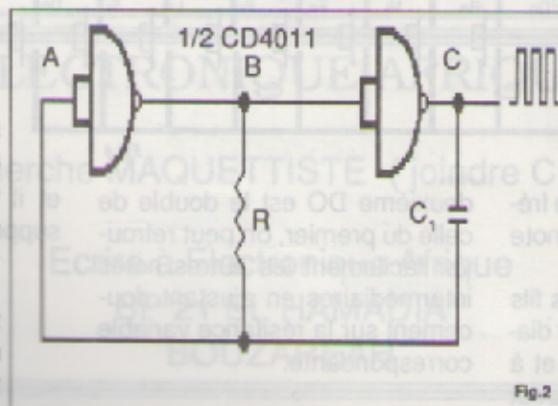
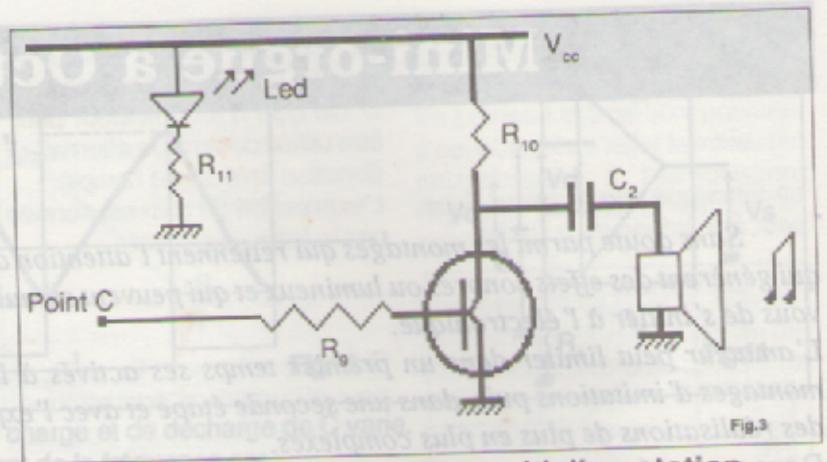
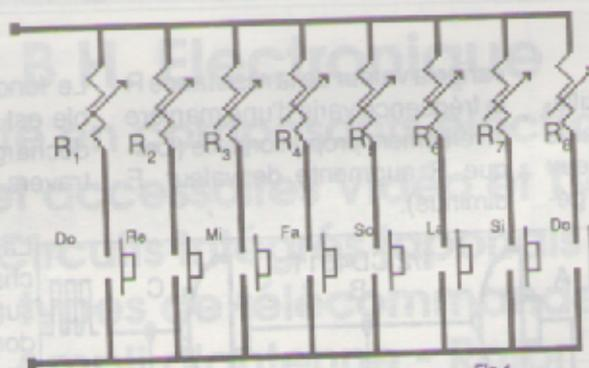

Fig. 2
Fig.3
Fig.4
de sa réponse en fréquence qui est très limitée voir (Fig 2).
Dans ce montage l'oscillateur est un multivibrateur astable (Fig 2) réalisé à base de deux portes NAND. Cet astable gé-
La commutation de cette charge et décharge est assurée par les deux NAND dont les deux entrées sont en court circuit. Ces portes vont se mettre sur la condition de charge ou de la décharge selon que les points A, B et C voir (Fig 2) soient respectivement aux états «1», «0» et «1» ou bien aux états «0», «1» et «0».
Le signal à amplifier est disponible sur la porte (2) donc au point C (Fig 2). Il est en suite amplifié par un étage à transistor bipolaire de type NPN en montage émetteur commun (Fig 3).
Exemple (Fig 3)
Comme nous l'avons déjà dit, une variation de R implique une variation de la fréquence du signal audible au niveau du haut-parleur, aussi on peut choisir n'importe quelle note de l'échelle musicale. Dans ce qui suit, la résistance R de la (Fig 2) sera remplacé par le schéma de la (Fig 4) qui représente le clavier de l'orgue. Comme le montre la (Fig 4) chaque résistance variable R_1, R_2, \dots, R_8 si elle est connectée détermine une fréquence donnée donc une note sera sélectionnée. Pour cela on peut utiliser les fils téléphoniques dénudés, leur diamètre est d'environ 0,6mm et à l'aide d'une pince plate on peut